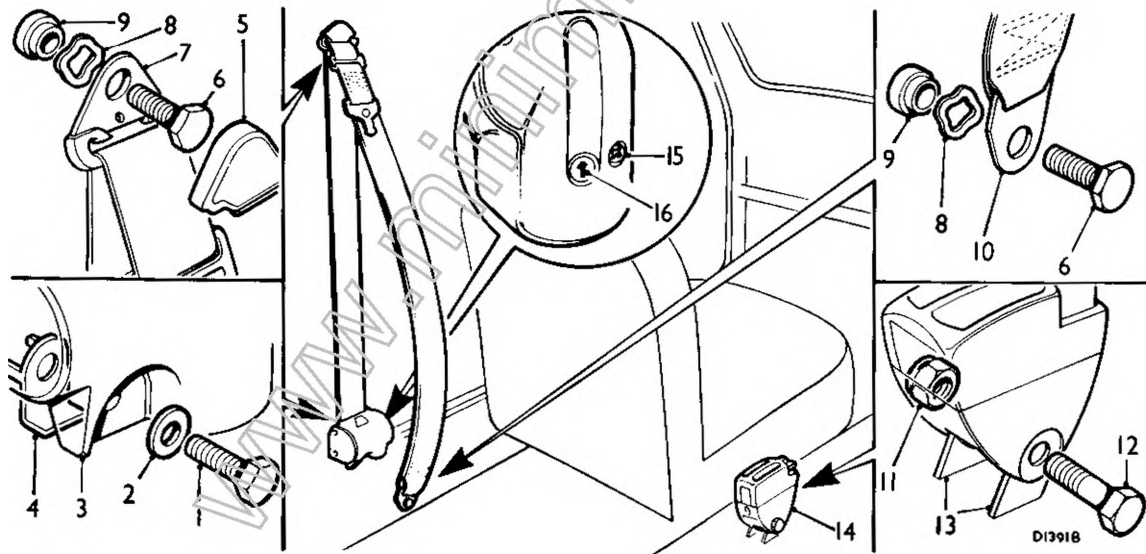

Fig. Rb.12
- (4) Svitare la vite di fissaggio (1) del rocchetto, rimuovere la rosetta piana (2) e staccare il rocchetto (Ved. la Fig. Rb.12).
- (5) Eseguire l'operazione di cui al punto (3).
verticale. Per ottenere ciò, allentare la vite (15) situata vicino alla freccia; ruotare la freccia (16) sino a farle assumere la direzione verticale e serrare poi la vite (Ved. la Fig. Rb.12).